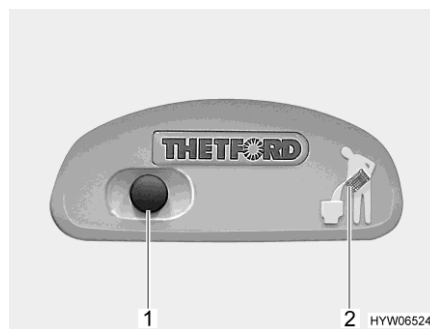

Bild 181 Spolknapp/kontrollampa Thetford-toalett
- För att spola, tryck på den blå spolknappen (Bild 181,1).
Kontrollampan (Bild 181,2) lyser när Thetford-kassetten måste tömmas.